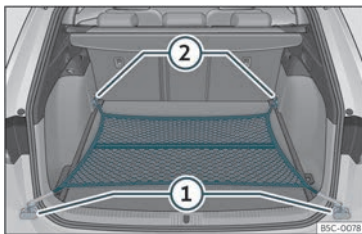

Fig. 116 Dans le coffre à bagages : sac pour filet accroché au niveau du plancher.
- Fixez les crochets du filet aux œillets d'arrimage (1) et (2) »» **fig. 116** »» **Δ**. La fermeture à glissière du sac doit rester vers le haut.